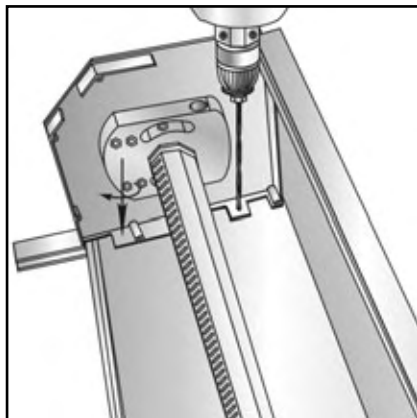

рис. 8
- при накладном монтаже сверлить по два отверстия в задней отбортовке каждой крышки (рис.8);